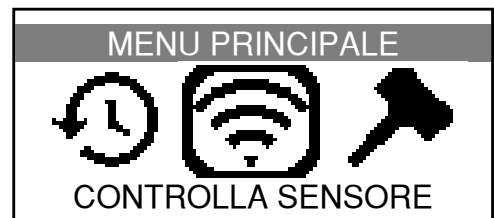

Fig. 4
- Successivamente ritorna al **MENU PRINCIPALE**, come in Fig. 4.